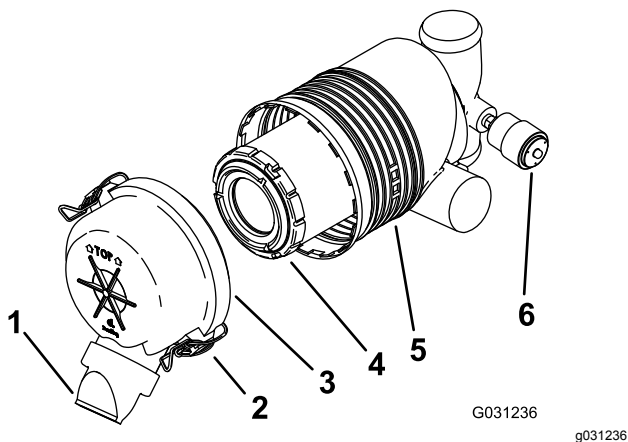

Figura 41
**Importante:** Sostituire il filtro dell'aria solo quando la spia di servizio è rossa (Figura 41). Sostituendo il filtro dell'aria prima del necessario si aumenta il rischio che la morchia entri nel motore quando si toglie il filtro.
5. Rilasciate i dispositivi di fermo del filtro dell'aria e togliete il coperchio dal corpo del filtro (Figura 41).
- Se l'indicatore di servizio è pulito, montate la copertura del filtro dell'aria con il coperchietto antipolvere orientato verso il basso e fissate i fermi (Figura 41).
1. Estraete con cautela il filtro dal corpo del filtro dell'aria (Figura 41).
3. Montate il filtro con attenzione (Figura 41).
4. Montate la copertura del filtro dell'aria con il coperchietto antipolvere orientato verso il basso e fissate i fermi (Figura 41).